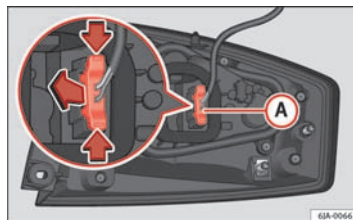

Fig. 157 Lygtestik bag på baglygten
- Løsn stikket **A** ⇒ Fig. 157 til lygten ved at trykke på tappene i siden (pile), og træk stikket ud.